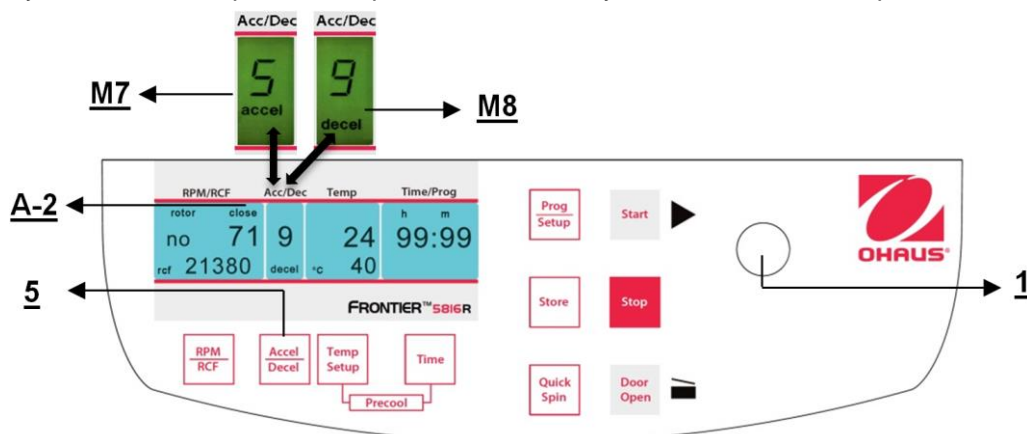

Figura 18
Esta función se activa con el botón "Accel/Decel" (5) (vea la Figura 18).